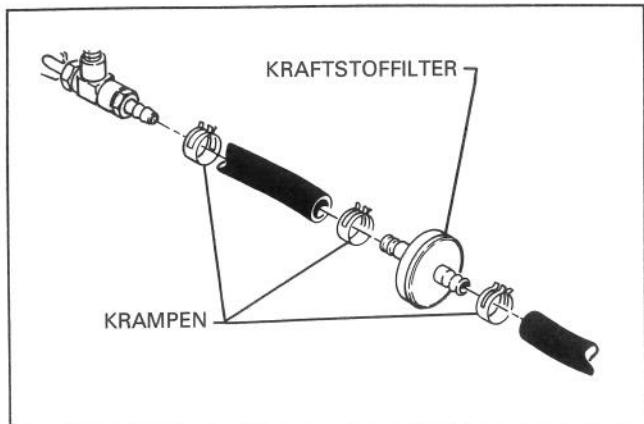

Abb. 18
30. Das Ende der Kraftstoffleitung wieder an das Kraftstoffverschlußventil anbringen und mit einer Klampe sichern (Abb. 18).
31. Mit den (2) zuvor entfernten Bolzen den Kraftstofftank und die obere Tankhalterung am Motor anbringen. Bolzen auf 18,64 N.m. anziehen.
32. Die bestehende Kraftstoffleitung halbieren und den Kraftstofffilter mit (2) Klemmen anbringen.
34. Die (2) Drähte vom Schalter, die an den Motor angeschlossen sind, abtrennen und wegwerfen.